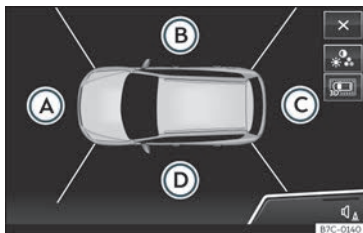

Fig. 245 Visualització del sistema de visió perifèrica: perspectiva aèria.
Botons de funció **fig. 245**:
Combinant les imatges de totes les càmeres es genera la perspectiva aèria >>> **fig. 245**. La perspectiva aèria es pot seleccionar prement sobre el vehicle dins de la zona.
Fent clic sobre les diferents àrees >>> **fig. 245** (A) a (D) de la perspectiva aèria o de la perspectiva aèria reduïda, es pot seleccionar la vista corresponent.
A la pantalla del sistema d'Infotainment s'hi mostra la perspectiva aèria >>> **fig. 245**. Si es prem la tecla circulant a més de 15 km/h (9 mph), no s'hi mostrarà la imatge.